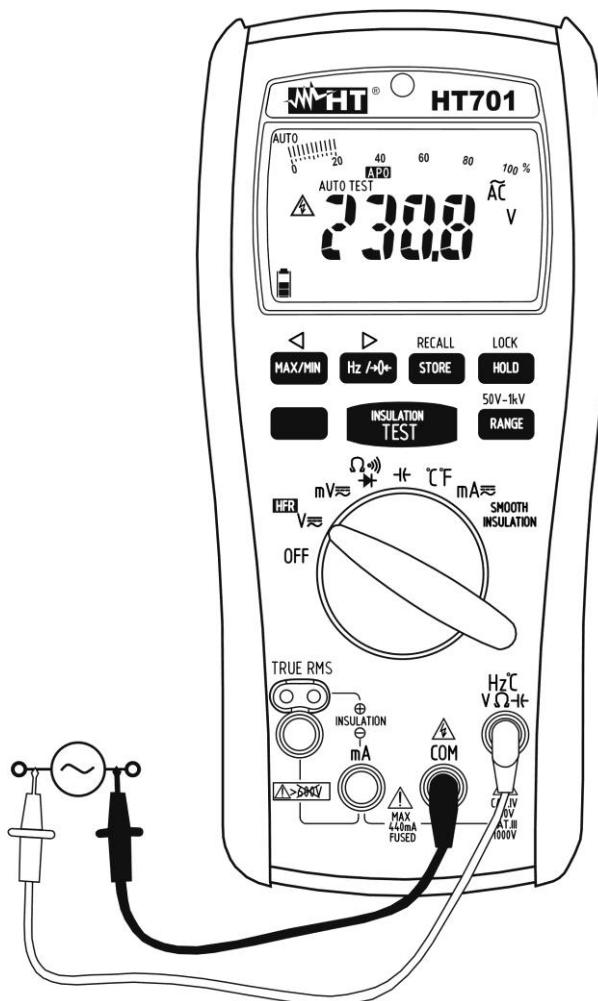

Fig. 3: Uso del instrumento para medida de Tensión CA
4. Inserte el cable rojo en el terminal de entrada **Hz°CVΩH** y el cable negro en el terminal de entrada **COM** (vea Fig. 3)